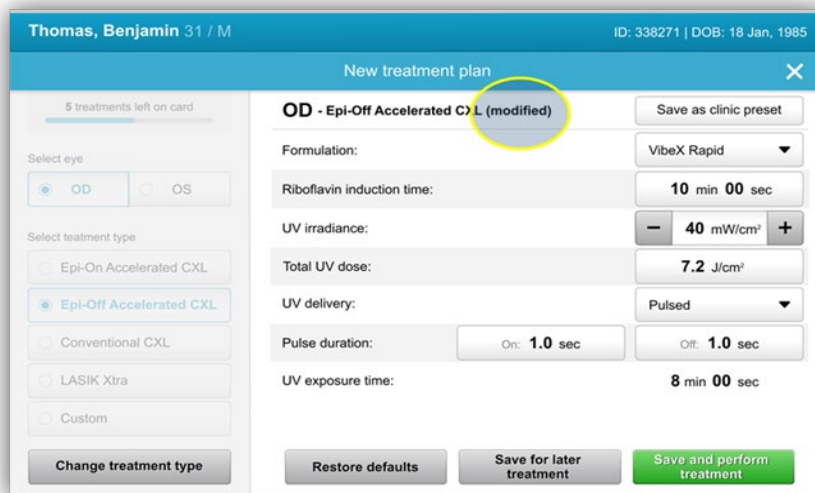

Figure 3-8. Plan de traitement ajusté
- Si les paramètres ont été ajustés dans l'un des quatre préréglages, « Modified » sera affiché à côté du plan de traitement choisi, comme illustré à la figure 3-8.